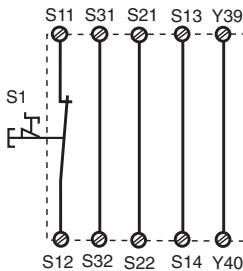
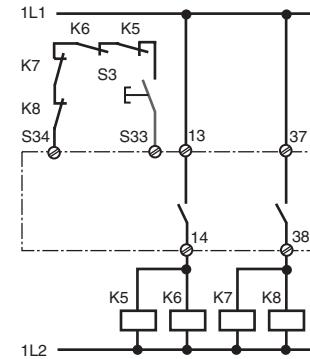

Fig. 2: Eingangskreis einkanalig, autom. Start/Single-channel input circuit, automatic reset/Commande par 1 canal, validation automatique
Fig. 10: wie Fig. 9 mit überwachtem Start connection for contactors/relays and monitored reset/comme Fig. 8 avec surveillance du poussoir de validation
In Fig. 2 ... Fig. 10 sind Anschlussbeispiele für NOT-AUS-Beschaltung mit automatischem und überwachtem Start, Schutztürsteuerungen sowie Kontaktvervielfachung durch externe Schütze.
- Fig. 2 und 7: **keine** Verbindung S33-S34. Das Gerät startet bei Spannungsausfall und -wiederkehr automatisch. Verhindern Sie einen unerwarteten Wiederaufstart durch externe Schaltungsmaßnahmen.
In Fig. 2 ... Fig. 10 are connection examples for Emergency Stop wiring with automatic and monitored reset. Safety gate controls as well as contact expansion via external contactors.
- Fig. 2 and 7: S33-S34 **not** connected. The device starts automatically after loss of power. You should prevent an unintended start-up by using external circuitry measures.
Les figures 2 à 10 représentent les différents câblages possibles du PNOZ XV2P à savoir : poussoir AU avec réarmement automatique ou auto-contrôlé, interrupteurs de position et augmentation du nombre des contacts de sécurité par contacteurs externes.
- Fig. 2 et 7: **pas** de câblage sur S33-S34. L'appareil se réarme automatiquement après une coupure et une remise sous tension. Evitez tout risque de redémarrage par un câblage externe approprié.